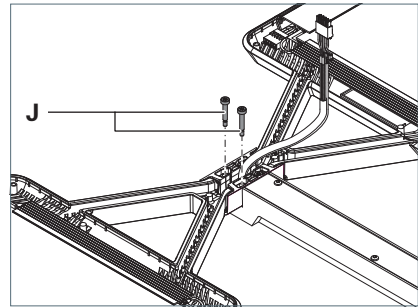

Fig. 15: Leuchtenkopf 2 fixieren.
4. Ziehen Sie die beiden Stellschrauben **J** an, bis die Schraubenköpfe bündig mit dem Adapter abschließen, siehe Fig. 15.